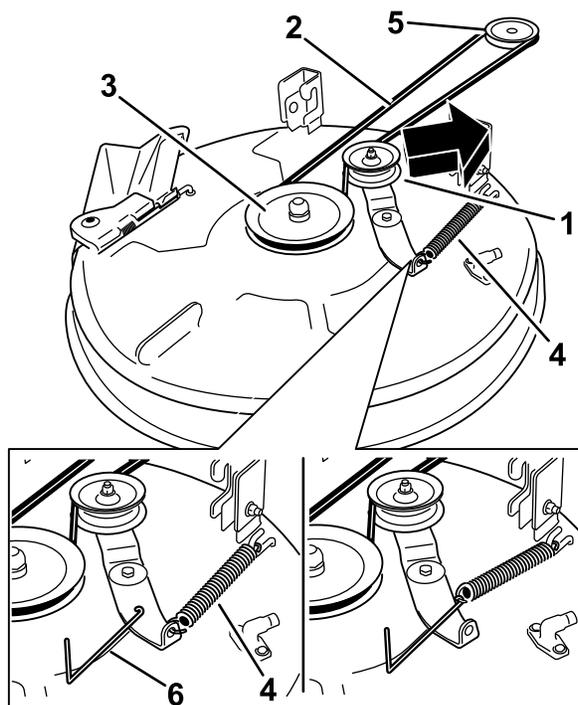
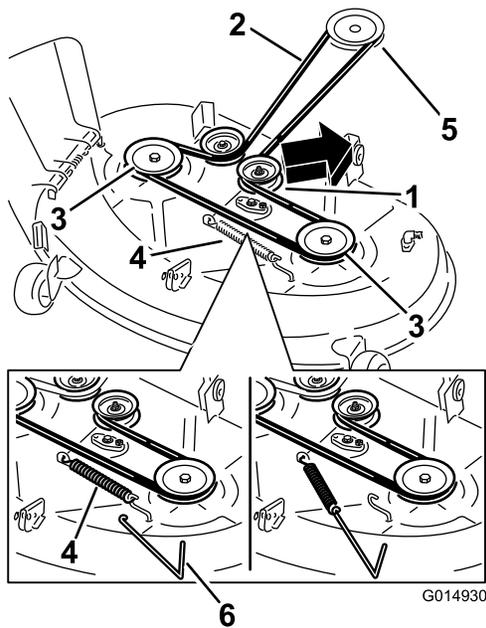

Figura 53
Figura 54
6. Utilizzando un attrezzo per la rimozione delle molle (n. cat. Toro 92-5771), rimuovete la molla del tendicinghia dal gancio del piatto di taglio per eliminare la tensione sulla puleggia tendicinghia e fate scorrere via la cinghia dalle pulegge (Figura 53 e Figura 54).
7. Montate la nuova cinghia attorno alla puleggia del motore e a quelle del tosaerba (Figura 53 e Figura 54).
8. Servendovi di un attrezzo per la rimozione delle molle (n. cat. Toro 92-5771), agganciate la molla del tendicinghia al gancio del piatto di taglio e mettete in tensione la puleggia tendicinghia e la cinghia del tosaerba (Figura 53 e Figura 54).